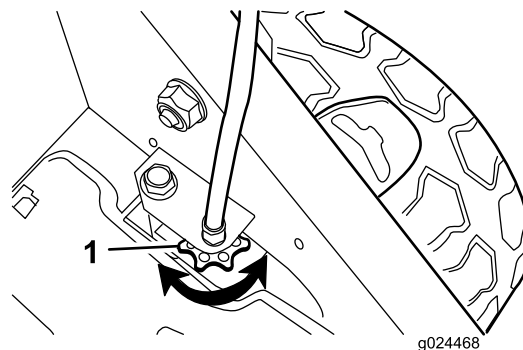

Figura 27
- Dacă roile nu se învârt când acționați bara pentru propulsia automată, cureaua unităii de traciune este slăbită. Răsucii o dată butonul de control al unităii de traciune (Figura 27) în sensul acelor de ceasornic i repetați pașii de la 4 la 6.
- Dacă roile se învârt înainte să acționați complet bara pentru propulsia automată, cureaua unităii de traciune este prea strânsă. Răsucii o dată butonul de control al unității de traciune (Figura 27) în sens invers acelor de ceasornic i repetați pașii de la 4 la 6.